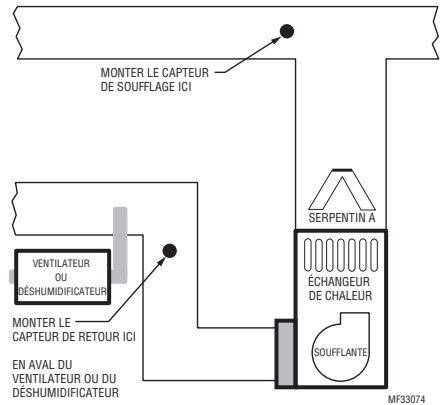

Fig. 1.
Consulter les instructions ci-dessous et les Fig. 1 à 5 pour les emplacements de montage des capteurs de température d'air de soufflage et de retour.
1. Monter le capteur de température d'air de soufflage sur la gaine d'alimentation à un emplacement permettant un mélange adéquat de l'air. Monter le capteur de température d'air de soufflage à l'écart du serpentin A/de l'échangeur de chaleur, dans la mesure du possible. Voir la Fig. 1.
1. Installer le capteur de température d'air de retour sur la gaine de retour à un emplacement permettant un mélange adéquat de l'air. Monter le capteur de température d'air de retour en aval d'un humidificateur de dérivation, d'un déshumidificateur ou d'un ventilateur. Voir les Fig. 1 à 5.
1. Consulter les instructions des Fig. 1 à 5 pour les emplacements des capteurs d'air de soufflage et de retour.